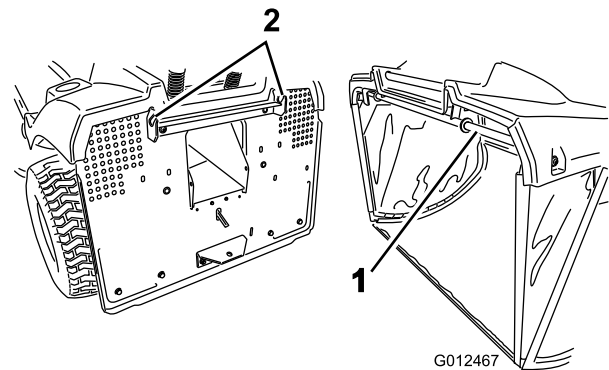

Figure 36
1. Accrochez la barre de support supérieure aux 2 crans du support à l'arrière de la machine (Figure 36).